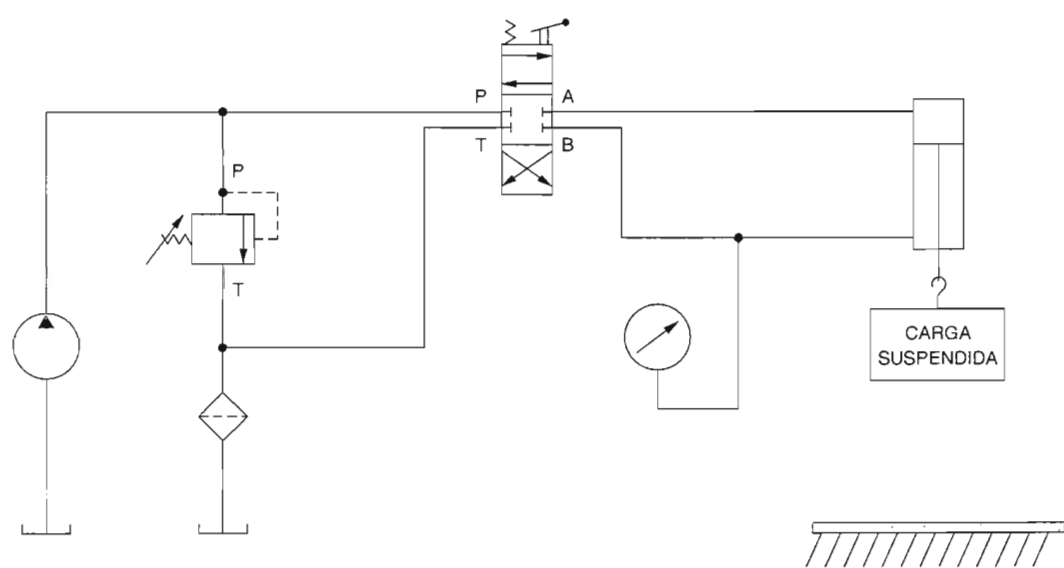

Figura 5-13. Circuito para la pregunta de revisión 2.
2. En el circuito de la Figura 5-13, determine qué le sucede a la carga suspendida y vea la lectura del manómetro si la válvula direccional permanece centrada por algunas horas. Explique.